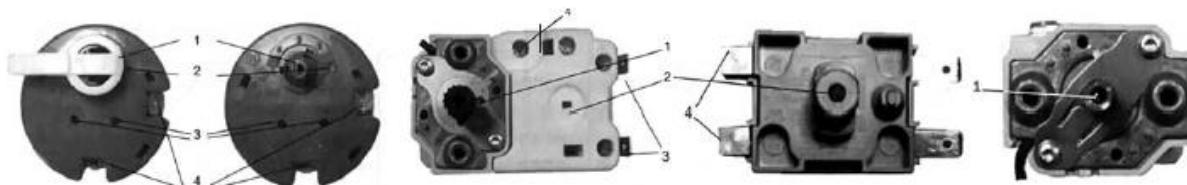

Рис. 3. Внешний вид терморегулятора
- нажать на кнопку тепловой защиты, которая расположена в корпусе терморегулятора (рис. 3, поз.2)
4. Регулировка температуры нагрева производится поворотом ручки регулировки на терmostate (рис. 3б) под защитной крышкой против часовой стрелки.